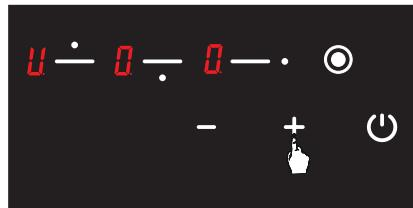

Рис. 10
3. Потім однократно натисніть кнопку . Після цього дотику на індикаторі відповідної конфорки відобразиться значок  (Див. рис. 10). Отже, функцію підтримання температури увімкнено.